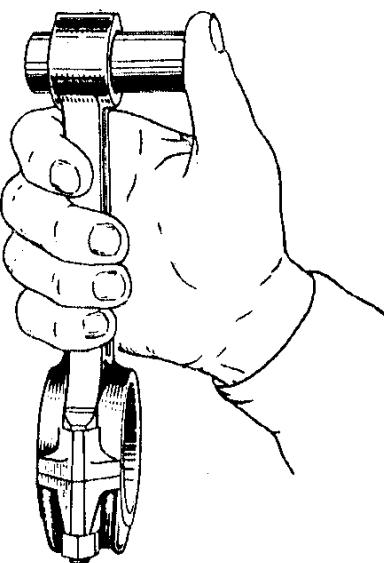

Рис.55. Подбор поршневого пальца к шатуну
- поршневой палец подобрать к шатуну, принадлежащему к той же или соседней размерной группе в сторону увеличения зазора (табл.5). При температуре деталей  $20\pm3$  °С слегка смазанный палец должен плотно входить в отверстие втулки поршневой головки шатуна под действием большого пальца руки и перемещаться без заеданий (рис.55), а так же не выпадать из отверстия шатуна под действием собственного веса в течение не менее 2 секунд.